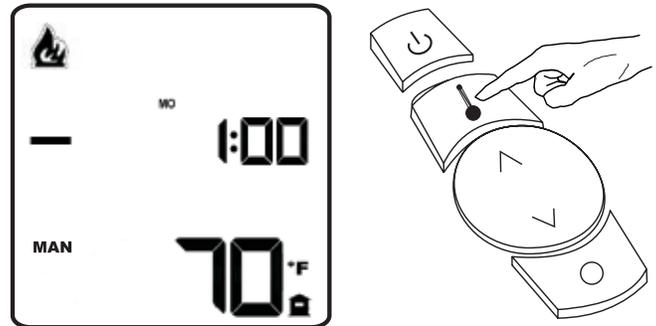

Figure 10
- Allumer la télécommande en appuyant sur le bouton de mise sous tension. Lorsque la télécommande s'active en mode Manuel (MAN) ou Thermostatique (AUTO), l'appareil de chauffage démarre automatiquement. Si la télécommande n'est pas en mode Manuel, appuyer sur le bouton de mode de la télécommande pour passer en mode Manuel. Les lettres « MAN » apparaîtront sur l'écran de la télécommande. **Voir Figure 10.**